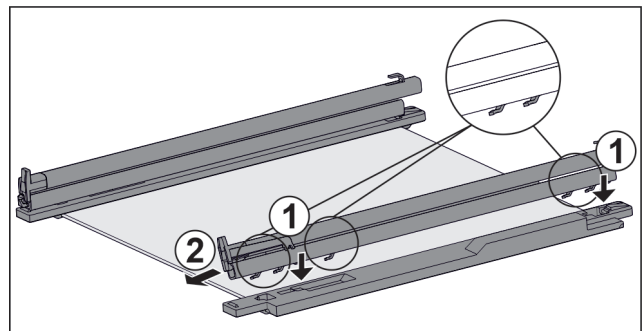

Fig. 100 Placă de sticlă cu șine și piese de fixare
- ▶ Așezați cârligele șinei pe deschiderile piesei de fixare din **stânga**. Fig. 100 (1)
- ▶ Trageți șina în față. Fig. 100 (2)
- ▶ Așezați cârligele șinei pe deschiderile piesei de fixare din **dreapta**. Fig. 100 (1)